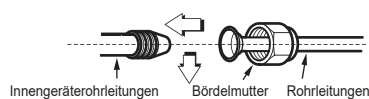

Abb. 5-3
- Ziehen Sie die Bördelmutter ausreichend fest (siehe Abb. 5-3)